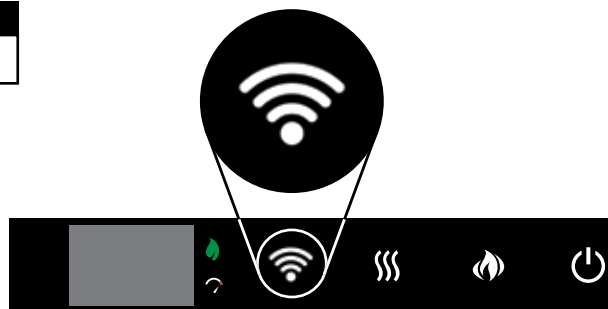

Fig. 2
2. Appuyez sur le bouton de contrôle Wi-Fi sur le panneau de commande de l'appareil et maintenez-le enfoncé pendant 8 secondes. (**Fig. 2**).